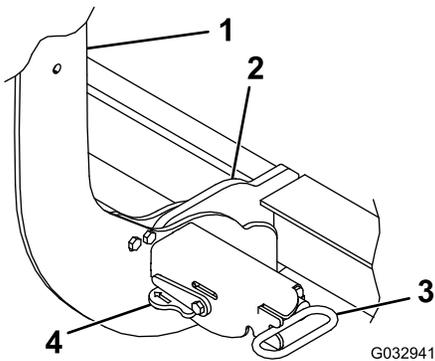

Figura 37
- Gire las palancas de los cerrojos con muelle a la posición de DESBLOQUEADO (Figura 37).